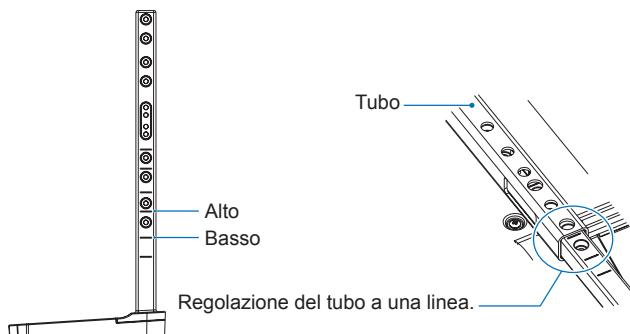

Figura 1
1. Le linee sull'asta del supporto sono indicatori della regolazione dell'altezza (**Figura 1**). Regolare il tubo in base alle linee.